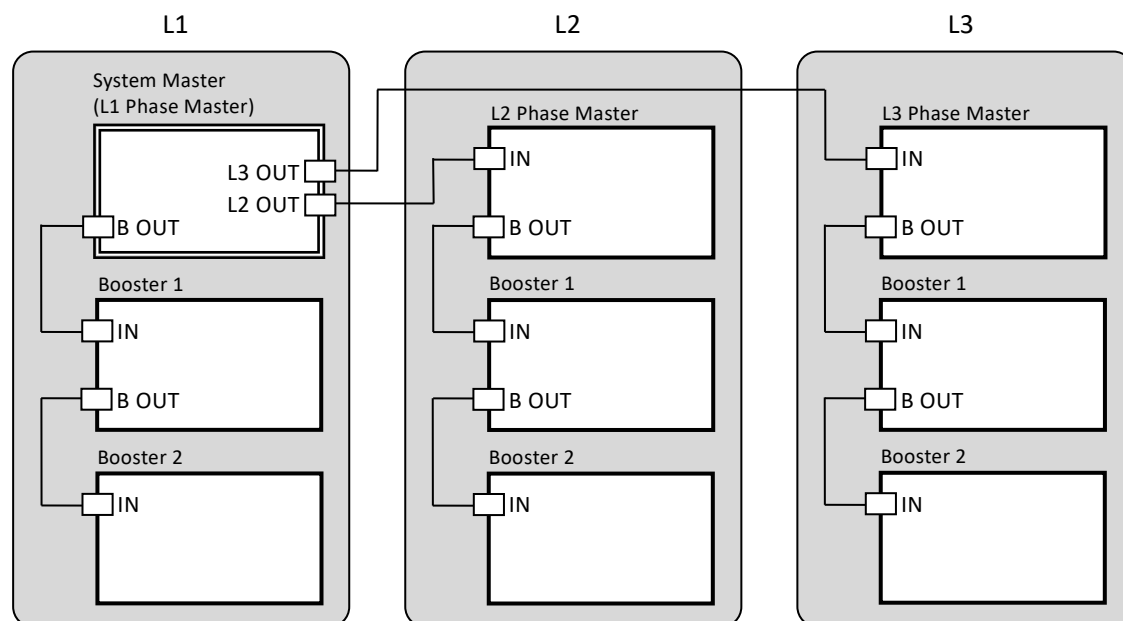

図 10-1 最大システム構成 *1
- *7 : N は全体の構成台数, B は各相のブーストアップ台数を表しています。(N は 2~9 台, B は 0~2 台, 図 10-1 参照)